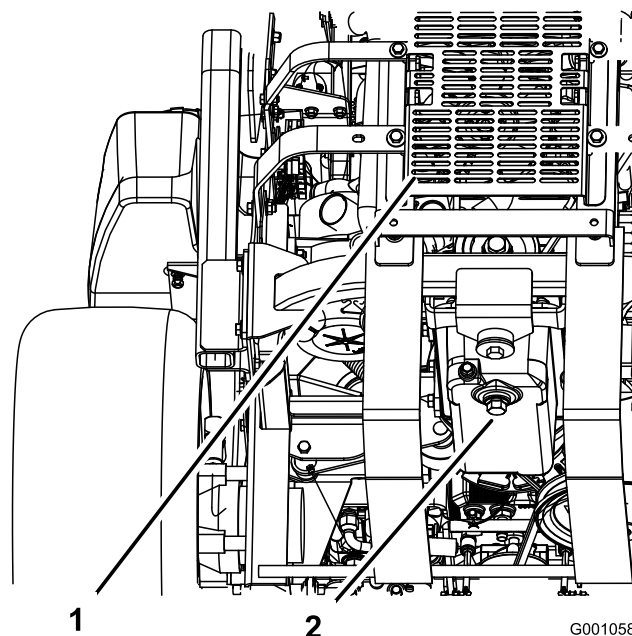

Figura 31
5. Coloque un recipiente debajo del orificio de drenaje de aceite. Retire el tapón de vaciado y deje que el aceite se drene completamente (Figura 31).